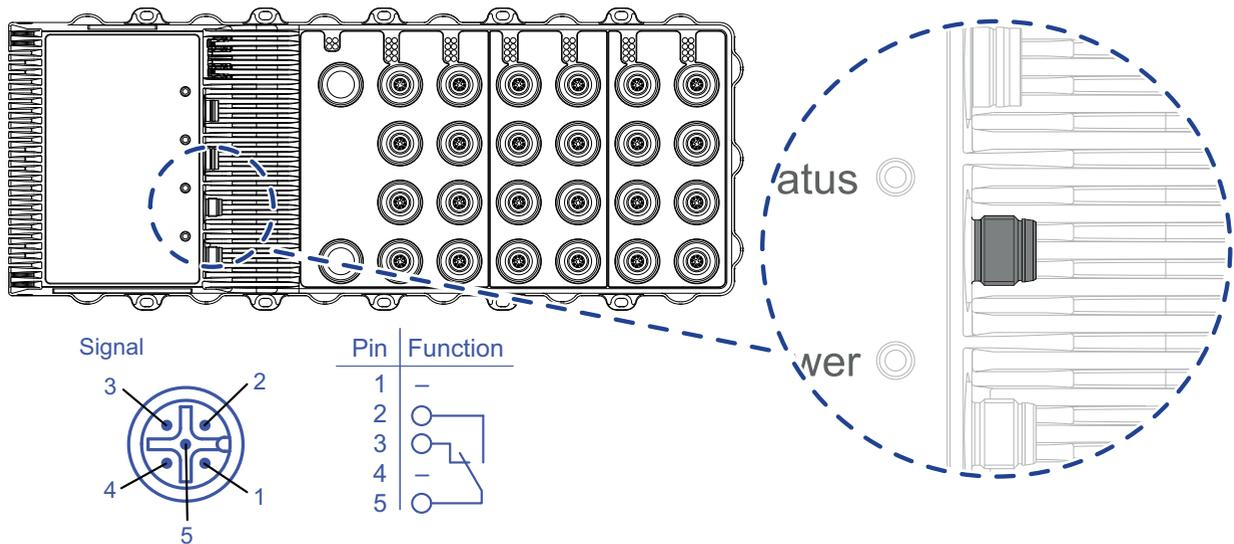

Abb. 5: Signalkontakt: 5-poliger, „A“-codierter M12-Stecker; Position am Gerät (Gerätevorderseite)
Der Signalkontakt ist ein potentialfreier Umschaltkontakt. Liegt am Gerät keine Versorgungsspannung an, ist der Wechselkontakt (5) mit dem Öffnerkontakt (3) verbunden (siehe Abbildung 5).